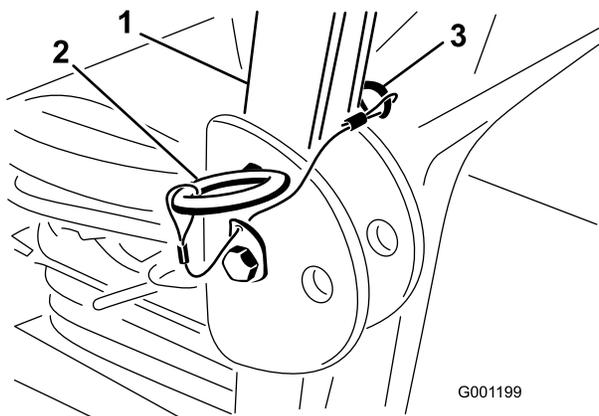

Figura 8
1. Rimuovete le coppiglie e le due spine dal roll bar (Figura 8).
2. Alzate completamente il roll bar e montate le due spine, quindi fissatele con le spine delle coppiglie (Figura 8).